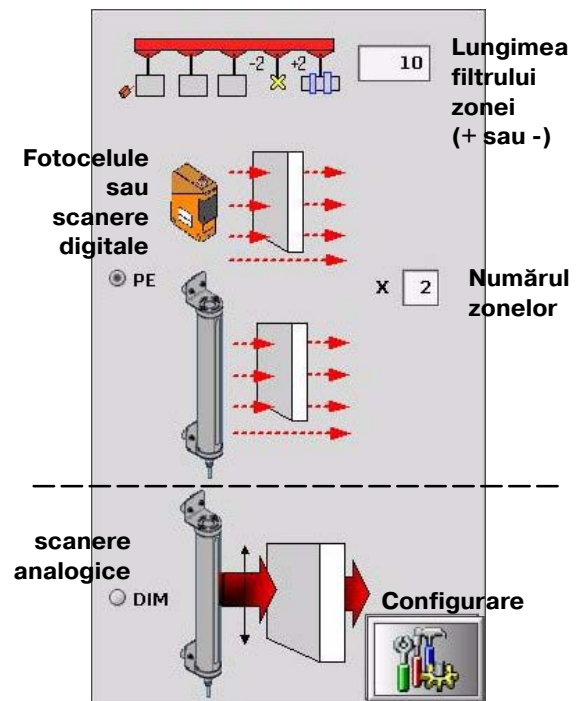

Figura 3-17 Setări filtru zonă și fotocelulă sau scanner zonă
A se vedea Figura 3-17. Filtrul zonei este o lungime, măsurată în inci sau milimetri, adăugată sau scăzută din semnalul zonei pentru a crește sau descrește lungimea pieselor.
A se vedea Figura 3-17. Dacă utilizați fotocelule sau scanere discrete pentru detectarea zonei, selectați butonul radio **PE**, apoi introduceți **numărul de zone** (numărul de zone ale fotocelulelor sau ale scannerului (1 până la 8)).
3. A se vedea Figura 3-17. Selectați butonul radio **DIM**, apoi apăsați butonul **Configurare**.